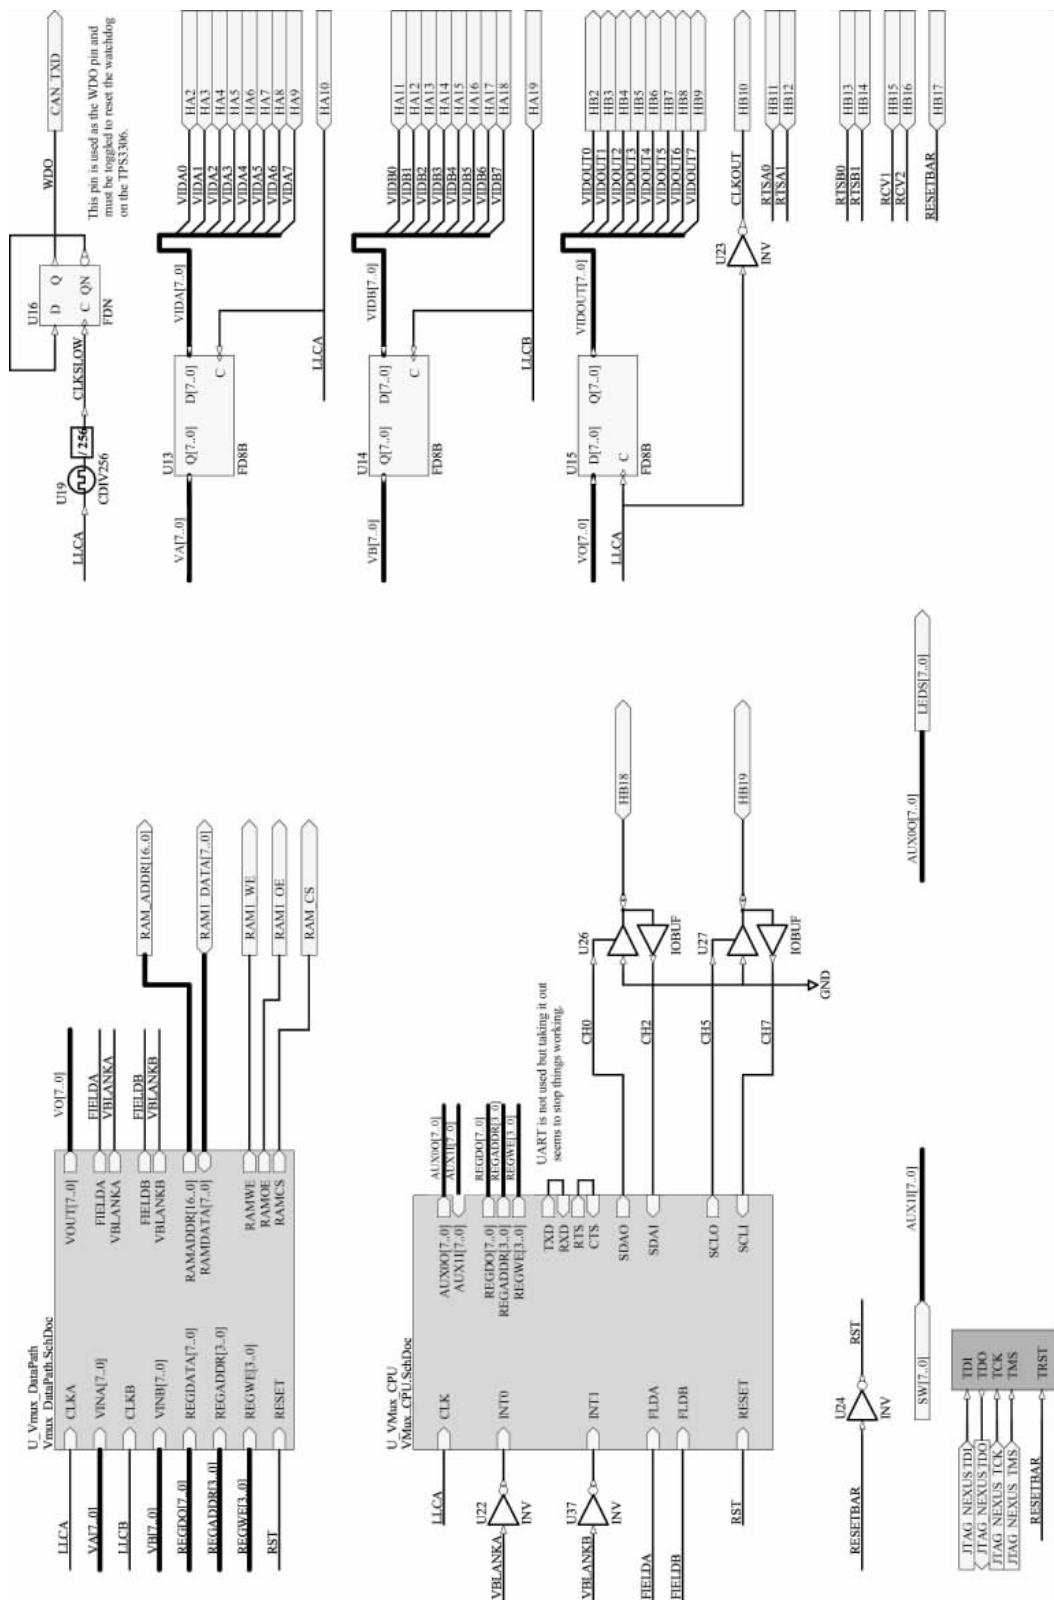

图 1-15 VMux_Top. SchDoc 子原理图
② 单击 VMux_Top. SchDoc 文件名，打开子原理图窗口，如图 1-15 所示。